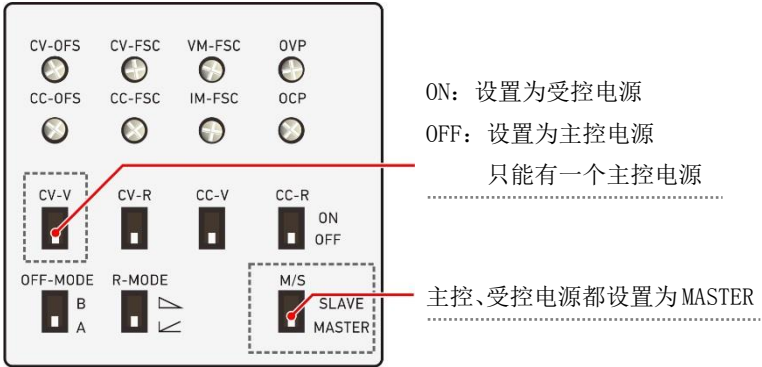

图 5-18 主控、受控电源串联设置
- 5、在 主控、受控电源上按照图 5-18 设置 CV-V 开关。